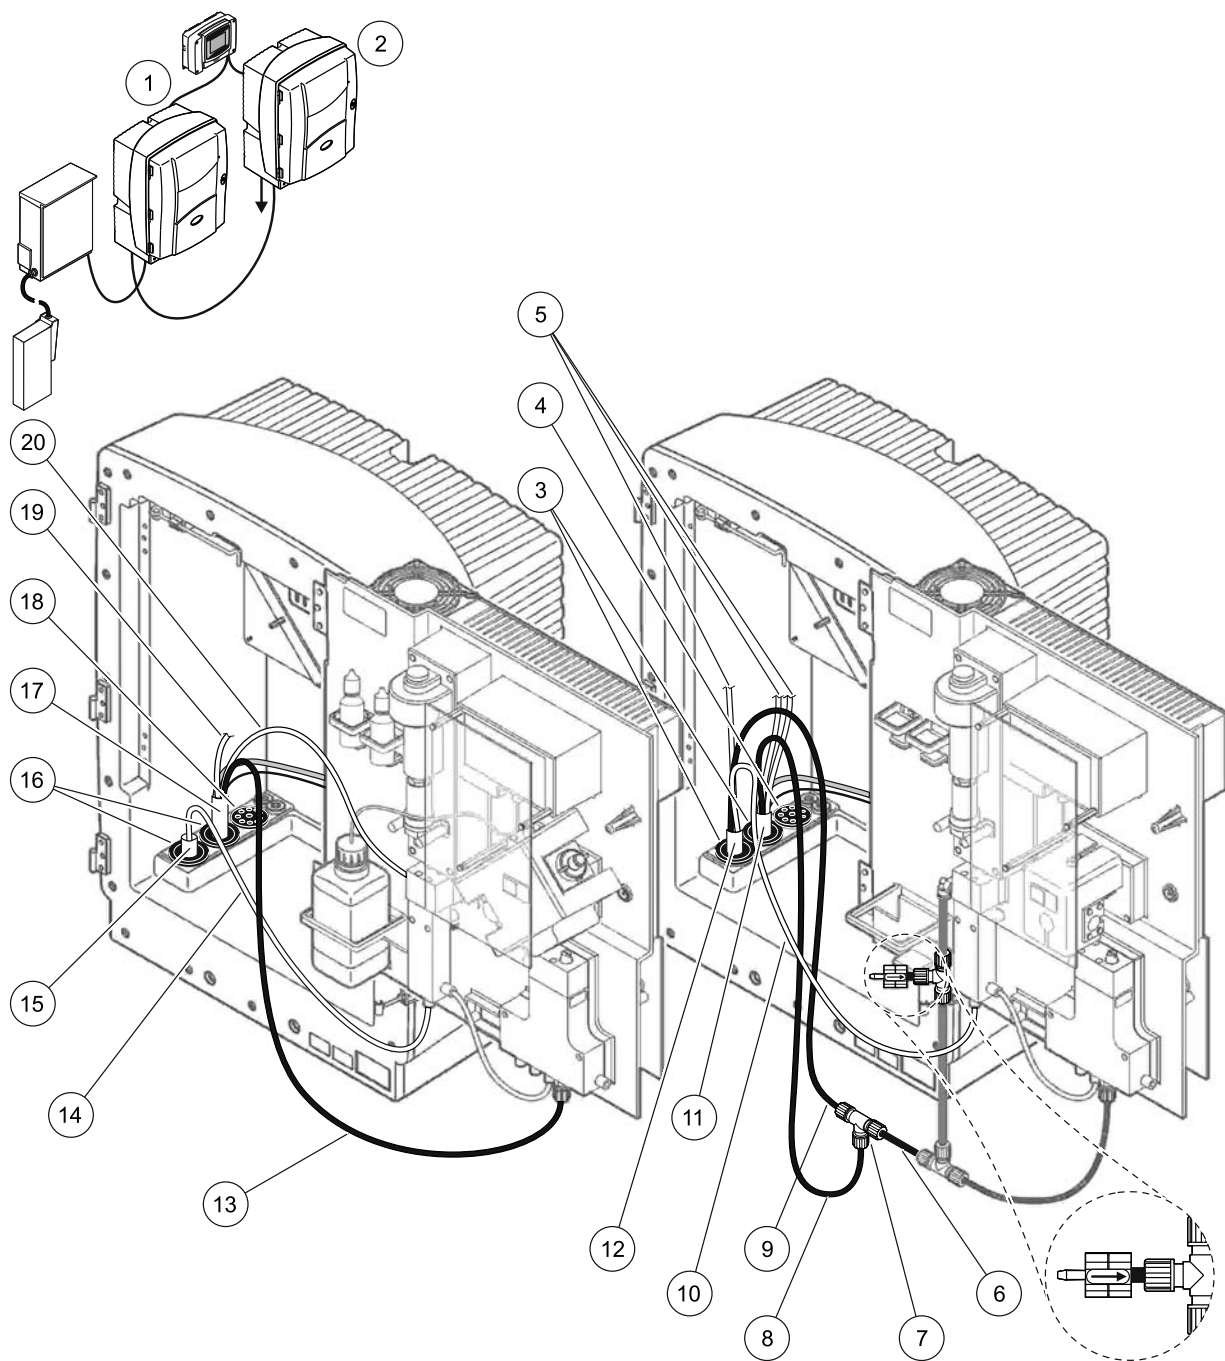

図 32 オプション 4 設定
90 ページの図 32 およびオプション 4 に関する以下の説明を参照してください：
- a. 加熱ホースを FILTRAX から分析装置の開口部まで通します (アイテム 90 ページの図 32、アイテム 15)。シールプラグ #1 を使って固定します。